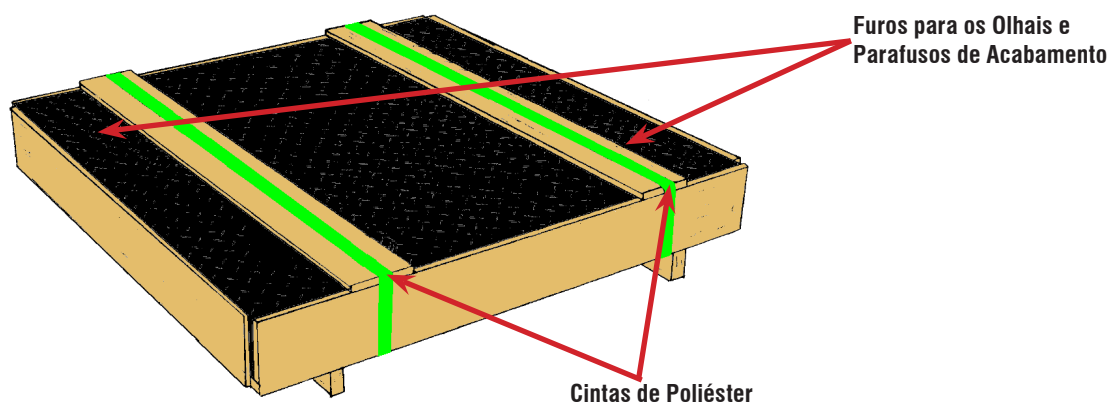

Figura 1
- 4) Rosqueie os olhais nos locais indicados na figura 1.
- 7) Retire as cintas de poliéster que arqueiam o engradado da plataforma. Utilize para isto tesourão ou ferramenta similar. (Figura 1)